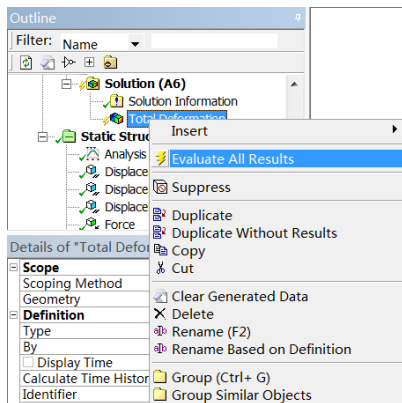
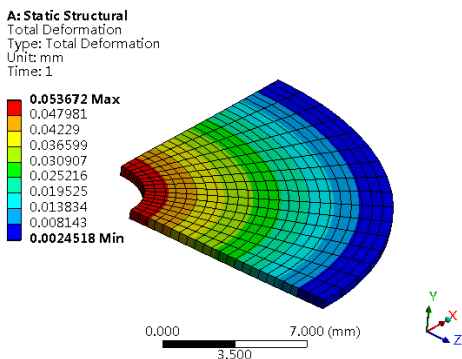

图 7-29 求解变形图
图 7-30 A 项目整体变形的等值线云图
4) 在 Outline 树结构图中的“Total Deformation”选项上右击, 在弹出的快捷菜单中选择“Evaluate All Results”, 如图 7-29 所示。此时进行求解, 求解后得到的 A 项目整体变形的等值线云图如图 7-30 所示。